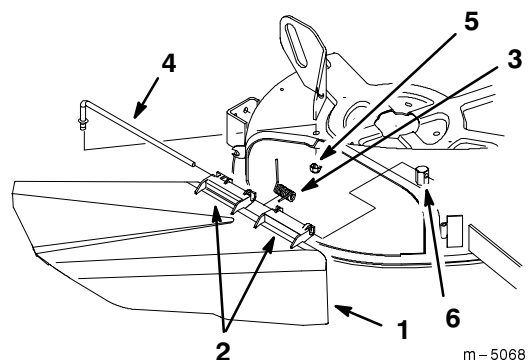

Bild 2
1. Machen Sie die in Bild 2 gezeigten Teile ausfindig.
4. Schieben Sie die Stange vorne am Ablenkblech in den kurzen Vorsprung am Schneidwerk. Sichern Sie das hintere Ende der Stange mit einer Mutter am Schneidwerk ab (Bild 2).